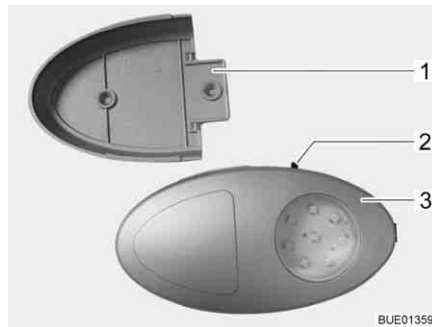

Bild 57 Kleiderschrankleuchte
- ▷ Die Kleiderschrankleuchte kann aus der verschraubten Halterung (Bild 57,1) herausgezogen und als Taschenlampe verwendet werden.
Der Ein-/Ausschalter (Bild 57,2) ist direkt an der Kleiderschrankleuchte (Bild 57,3) angebracht.